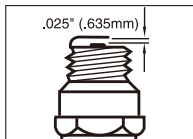

Рисунок 18
1. Зазор свечи зажигания составляет 0,635 мм (0,025 дюйма) (рис. 18).